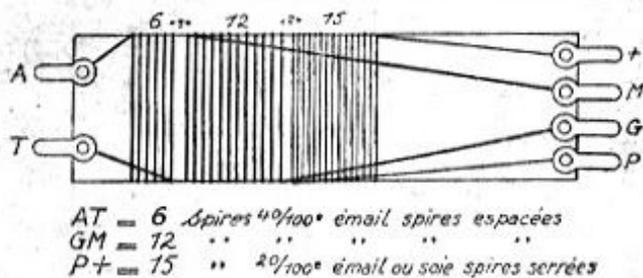

FIG. 2. — Construction des bobinages.
nu rigide bobiné dans l'air, sans carcasse, en ne laissant qu'un faible espace entre spires (1). Dans le cas où l'on rencontrerait des difficultés dans sa construction, établir un bobinage sur tube bakélinisé de 30 millimètres de diamètre, suivant les indications données figure 2. Placer cette bobine sur le dessus du poste, assez loin de tout organe voisin et à proximité du condensateur d'accord. Eviter d'amener le fil d'antenne sous le châssis, cette antenne ayant intérêt à être connectée à la borne A du bobinage, à la sortie même de l'enroulement, par l'intermédiaire d'une petite lampe de poche faisant ici fonction d'ampèremètre thermique, ce sera l'appareil de mesure AM indiqué sur notre schéma.